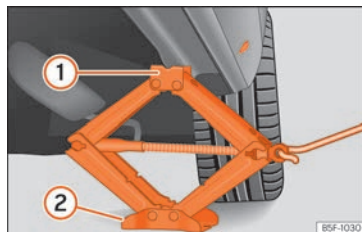

Fig. 39 Longarina: colocação do macaco do veículo.
• Rode a manivela do macaco, colocado por baixo do ponto de apoio da longarina, para levantá-lo até que o ressalto ① »» Fig. 39 se encontre por baixo da zona que lhe corresponde.
• Alinhe o macaco de forma que o ressalto ① «fique encaixado» na zona da longarina que lhe corresponde e que a placa base móvel ② fique apoiada no chão. A placa base ② deve ficar colocada na vertical, relativamente ao ponto de apoio ①.